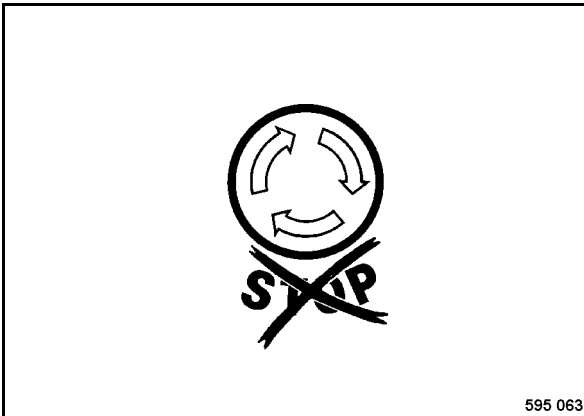

fig. 33
- S'assurer que l'interrupteur d'arrêt d'urgence (fig. 33) est déverrouillé.